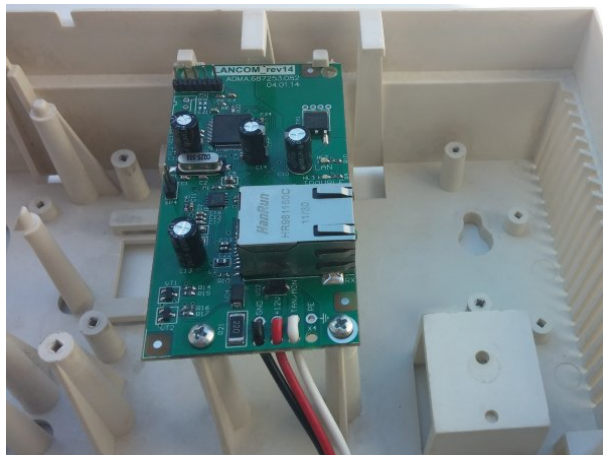

Рисунок 34. Коммуникатор «LanCom» rev.14 в корпусе прибора
2. Установить коммуникатор в корпус (рисунок 34) и подключить его (рисунок 44);